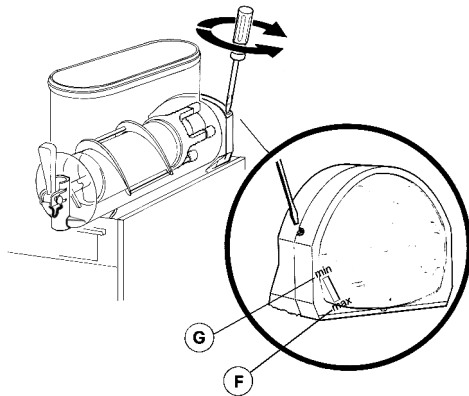

figura 3
**1 Regolazione della densità:** la densità ottimale della granita è stata regolata in fabbrica. Volendo variare tale densità girare con un cacciavite l'apposita vite di regolazione alloggiata in ciascuna delle pareti posteriori del distributore (vedere figura 3):